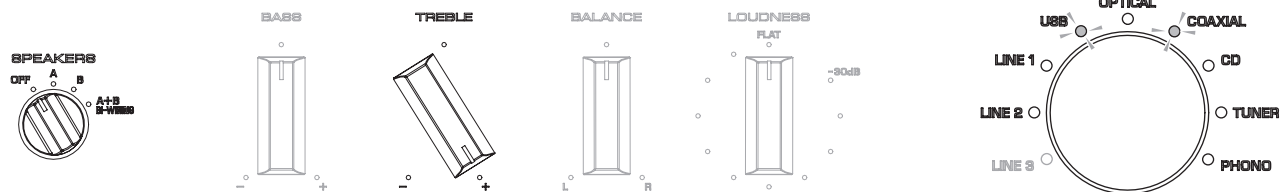

Fig. 13
The AD value for the diode THM (temperature) (TH501 on FUNCTION (4) P.C.B. and D111 on MAIN (1) P.C.B.) is indicated in binary code (BCD) using the "INPUT" indicators. (Fig. 13)
ダイオード THM (温度) (FUNCTION (4) P.C.B. の TH501、MAIN(1) P.C.B. の D111) の AD 値が "INPUT" インジケータを使って 2 進数 (BCD) で表示されます。(Fig. 13)